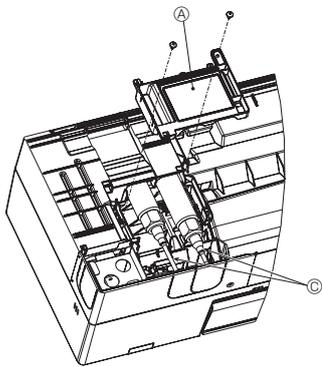

Fig. 3-16
- (4) Déposer le couvercle de boîtier ①. (Fig. 3-16)
- (5) Desserrer l'écrou du côté de la tuyauterie en forme de L à l'aide de deux clés, puis déposer la tuyauterie ⑥ et la mettre au rebut.